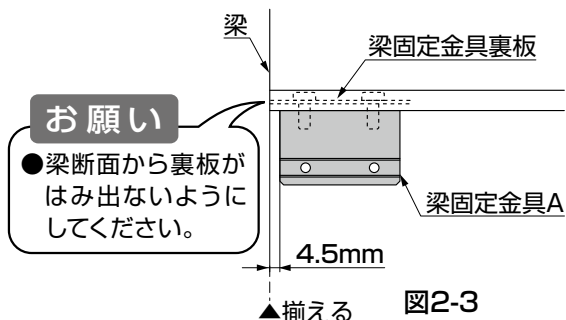

図2-3
- 梁固定金具Aの取付け位置に注意してください。(図2-3、図2-5参照)